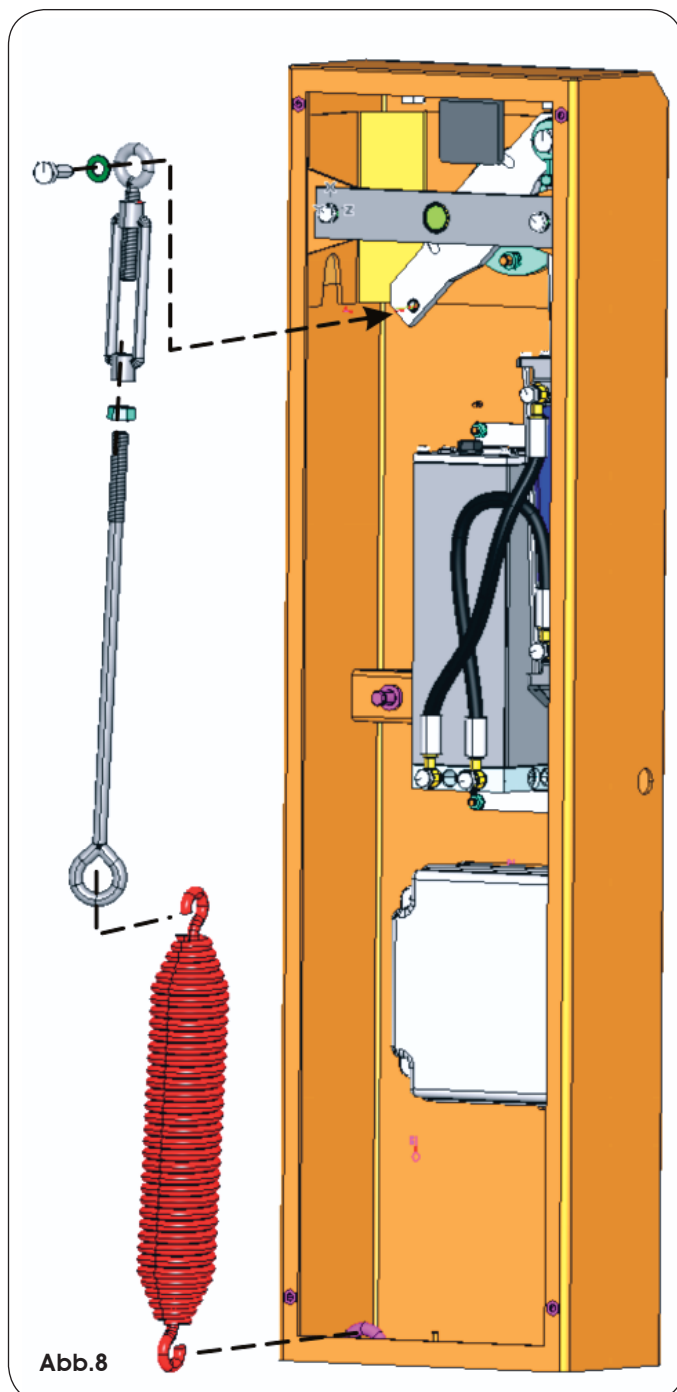

Abb.8
- 2) Den Balken stets senkrecht halten und die Zugstange mit der Feder (Abb. 8) zusammenbauen